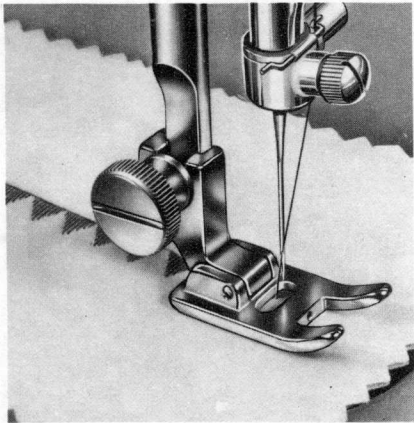

FIG. 48
**3/B-8** Pour faire le dessin de la fig. 48, pousser le bouton gris vers la gauche et déplacer alternativement le bouton rouge du maximum au minimum pendant la couture. Manette  réglée à 0,2-0,5 mm.